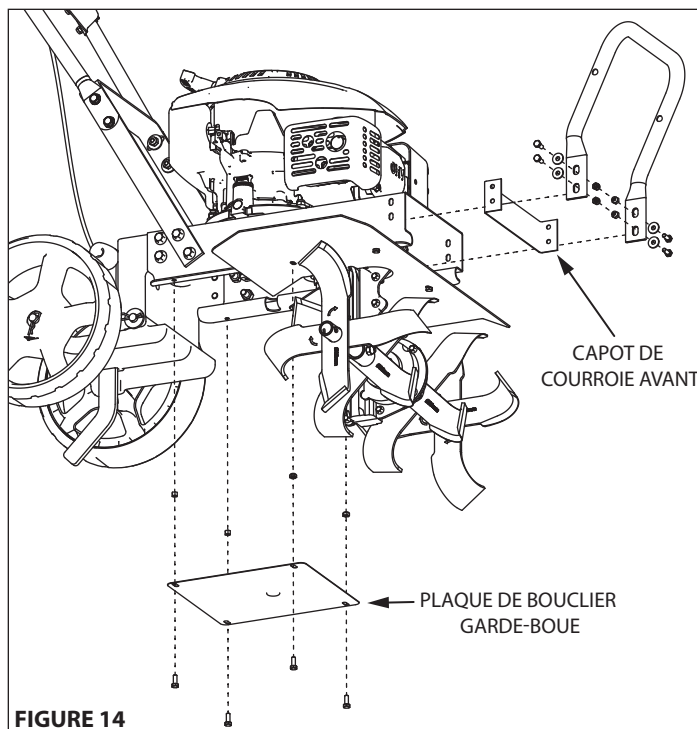

FIGURE 14
3. Retirer le capot de courroie avant et le bouclier inférieur du châssis du motoculteur. **VOIR FIGURE 14**